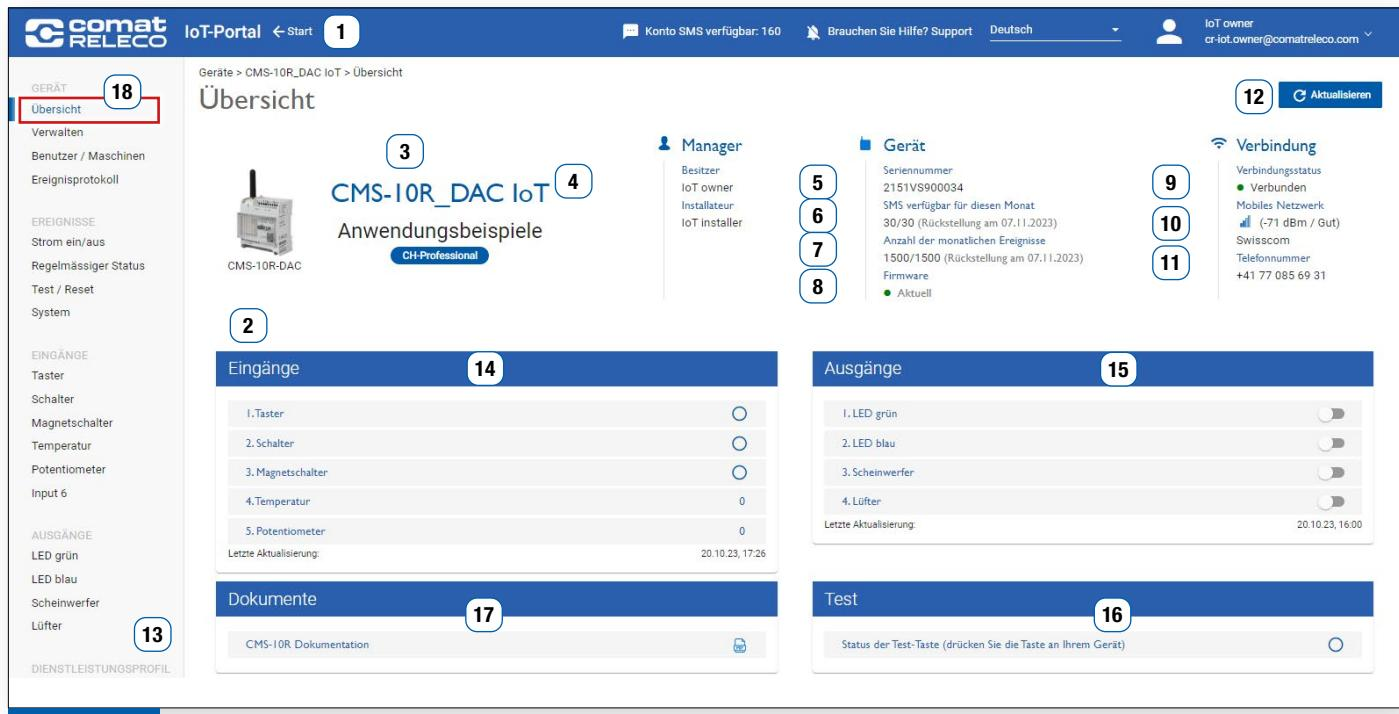

Abbildung 40
Dazu sendet der Nachrichtenemänger per SMS an die Telefonnummer des Geräts (siehe Abbildung 40 (11)) die Meldung **Help**. Danach werden die aktuellen **SMS-Steuerungsnachrichten** von allen Ausgängen (siehe Abbildung 71 (5)), deren Meldung aktiviert ist, an den Nachrichtenemänger zurückgesendet.